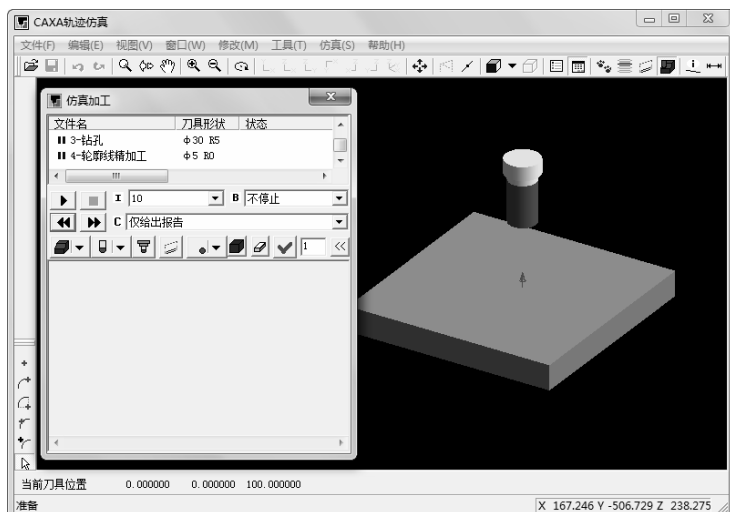

图 2-122 “仿真加工”对话框
2) 在仿真界面中，选择下拉菜单“工具”→“仿真”命令，或直接单击“实体仿真”按钮，系统立即进行加工仿真，并弹出“仿真加工”对话框，如图 2-122 所示。